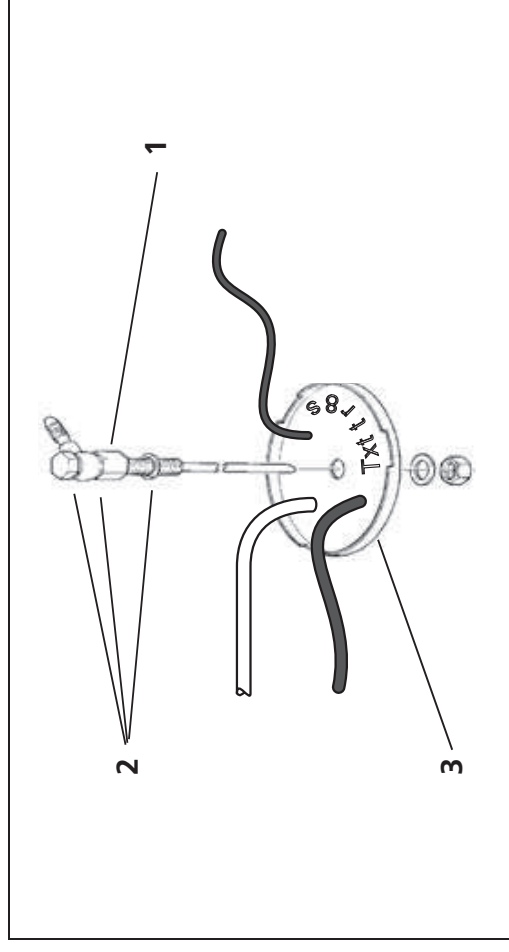

Fig. 30: Point de prélèvement de carburant Webasto
- 2) Le carburant peut être prélevé du réservoir de carburant du véhicule ou d'un réservoir de carburant monté indépendamment à l'aide d'un point de prélèvement de carburant. Voir Fig. 30.